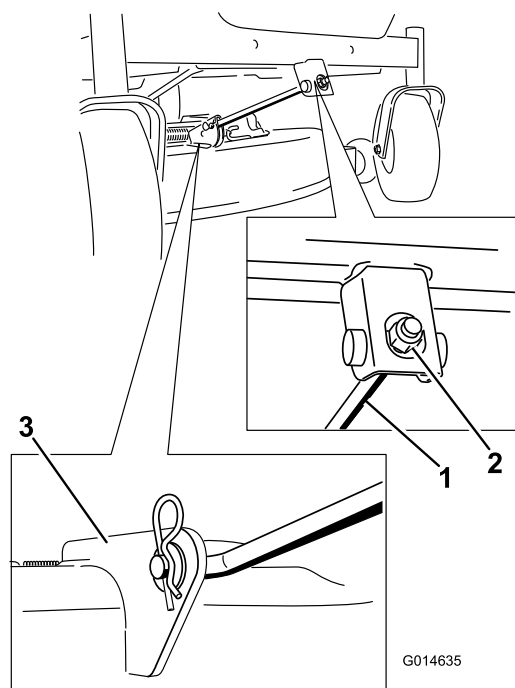

Figure 67
4. Retirez la goupille fendue de la tige de support avant et déposez la tige du support de tablier (Figure 67).
8. Fixez la tige de support avant au tablier de coupe à l'aide de l'axe de chape et de la goupille fendue (Figure 67).